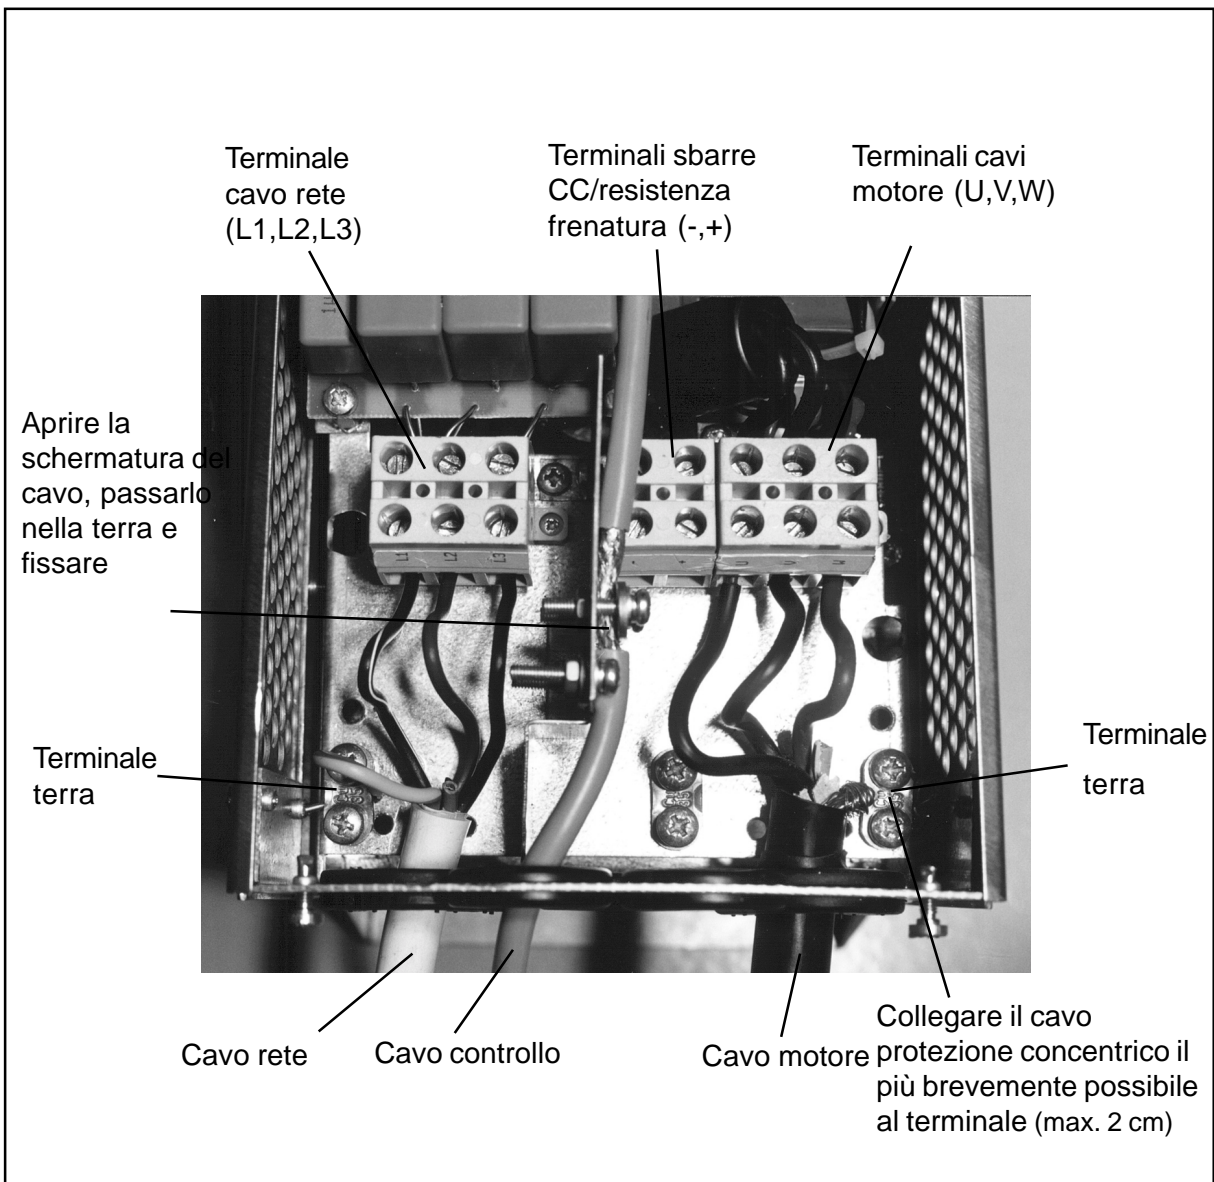

Figure 6.1.4-14 Cable assembly principle for 2.2—45 CXL4/CXL5 types (EMC level I).
Se il convertitore di frequenza CX è installato fuori da un armadio, si deve fissare una copertura di protezione per le connessioni cavi (classe IP20). Si veda fig. 6.1.4-3. La protezione non è necessaria se si monta l'unità in un armadio.
- Aprire la protezione del CX/CXL/CXS Vacon secondo la fig. 6.1.4-3.
- Collegare i cavi motore e di comando nei terminali corrispondenti (EMC livello N: si vedano figure 6.1.4-3—6.1.4-13, 6.1.4-17, 6.1.4-19 EMC livelli I e C: figure 6.1.4-14—6.1.4-16, 6.1.4-18, 6.1.4-20 EMC livello N + filtro RFI esterno: si veda il manuale dell'opzione filtro RFI) Le istruzioni di installazione per 500—1000 CX4/CX5 e 400—800 CX6 vengono spiegate in un manuale separato per M11/M12. Ulteriori informazioni sono disponibili presso il costruttore